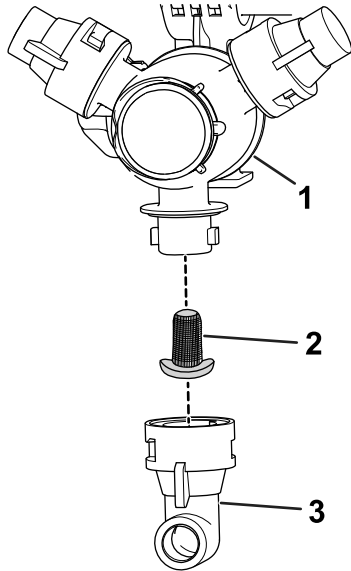

Figure 100
2. Retirez la buse de la tourelle de pulvérisation (Figure 100).
3. Retirez le filtre de buse usagé (Figure 100).
4. Montez le filtre de buse neuf (Figure 100).
5. Installez la buse sur la tourelle de pulvérisation (Figure 100).